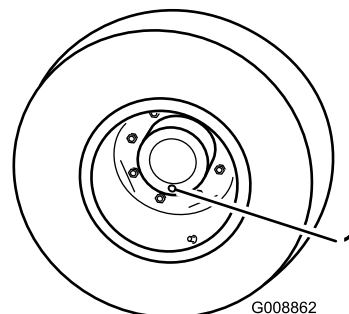

図 58
1. 平らな場所で、点検/ドレンプラグが一番低い位置時計の 6 時の位置に来るように停止させる図 58。